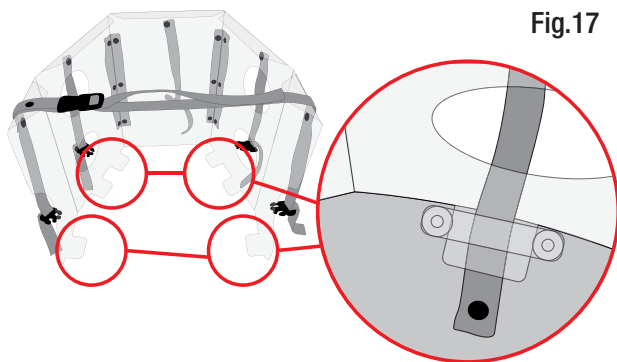

Fig.17
- inserire le alette nelle apposite feritoie (fig. 17),